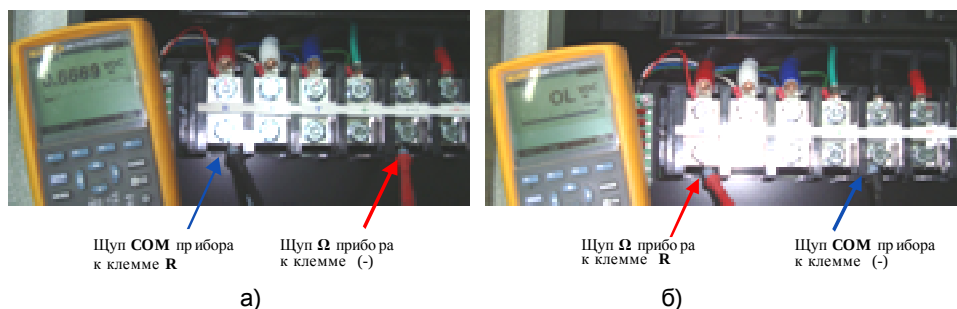

Рис. 4.6.
- 4.8.1.1. Установить мультиметр в режим «Прозвонка диодов». Проверить цепь «<->» - «R». При исправных модулях цепь должна звониться как «диод»: при прямой проводимости показания прибора должны быть в диапазоне 0,3 – 1,0 и должен звучать короткий звуковой сигнал (рис. 4.6 а); при обратной проводимости - «обрыв цепи» (рис. 4.6 б).